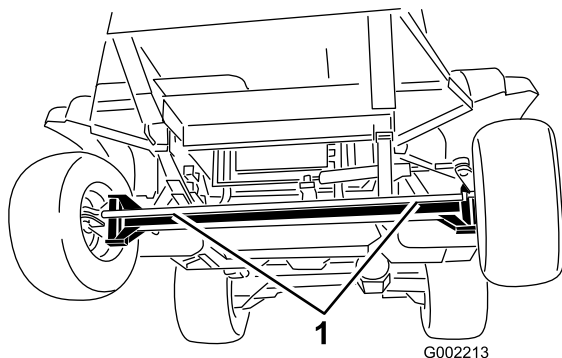
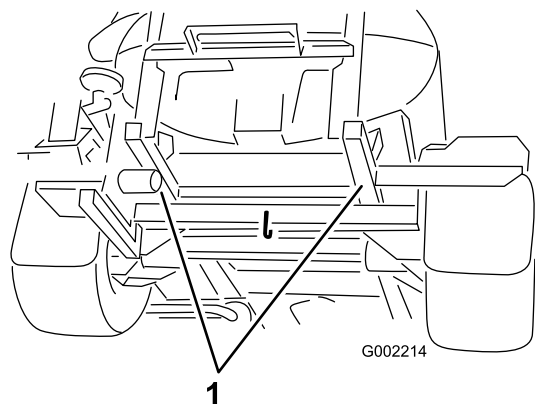

図 28
図 29
2. 牽引ロープを取り付ける。車両前後のロープ掛けポイントについては図 28 と 図 29 を参照。